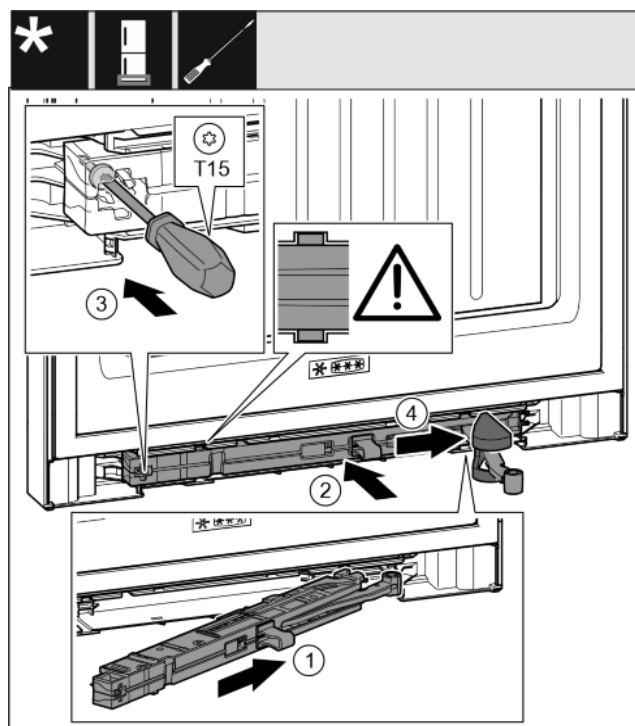

Fig. 36
- ▶ Jednotku tlmíča uzatvárania zasuňte na strane ložiskovej konzoly až na doraz šikmo do vybrania. Fig. 36 (1)
- ▶ Jednotku tlmíča uzatvárania zasuňte úplne do vybrania. Fig. 36 (2)
- ▶ Skrutkovačom T15 pevne zaskrutkujte skrutku. Fig. 36 (3)
- ▶ Na kĺb nasuňte kryt. Fig. 36 (4)